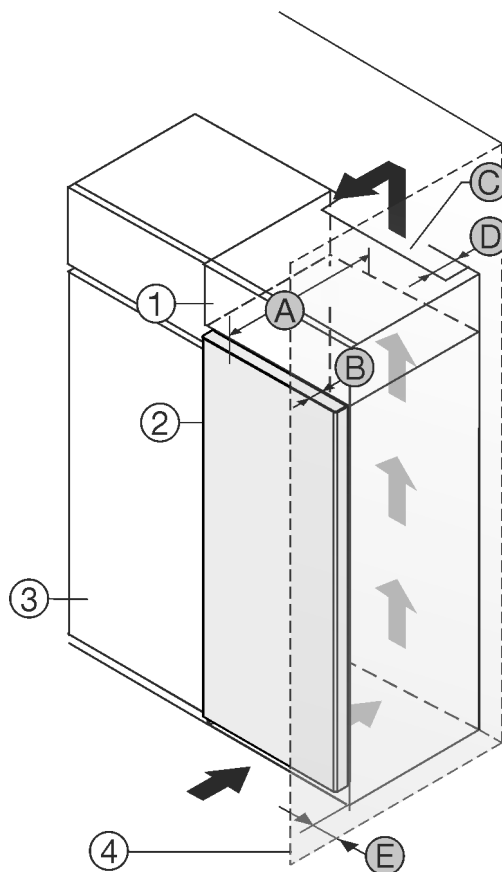

Fig. 1
- (1) Armadietto sovrapponibile \*
- (2) Apparecchiatura \*
- (3) Mobile da cucina \*
- (4) Parete \*
- (A) Profondità apparecchiatura \*
- (B) Profondità porta \*
- (C) Sezione di ventilazione \*
- (D) Distanza lato posteriore apparecchiatura \*
- (E) Distanza lato apparecchiatura \*
È possibile posizionare l'apparecchiatura accanto a un mobile da cucina Fig. 1 (3).\*
Sul lato posteriore dell'armadietto sovrapponibile deve essere presente un vano di scarico dell'aria con la profondità Fig. 1 (D) che attraversa l'intera larghezza dell'armadietto sovrapponibile.\*
Sotto al soffitto deve essere presente la sezione di ventilazione Fig. 1 (C).\*
Se si installa l'apparecchiatura con le cerniere accanto a una parete Fig. 1 (4), la distanza tra l'apparecchiatura e la parete deve essere di almeno 13 mm.\*
Se si installa l'apparecchiatura con le cerniere accanto a una parete Fig. 1 (4), la distanza tra l'apparecchiatura e la parete deve essere di almeno 20 mm.\*
Per poter aprire completamente la porta, installare l'apparecchiatura in modo che sporga dal frontale del mobile da cucina almeno della misura della profondità della porta Fig. 1 (B). L'apparecchiatura può sporgere ulteriormente a seconda della profondità dei mobili da cucina Fig. 1 (3) e dell'utilizzo di distanziatori a parete.\*